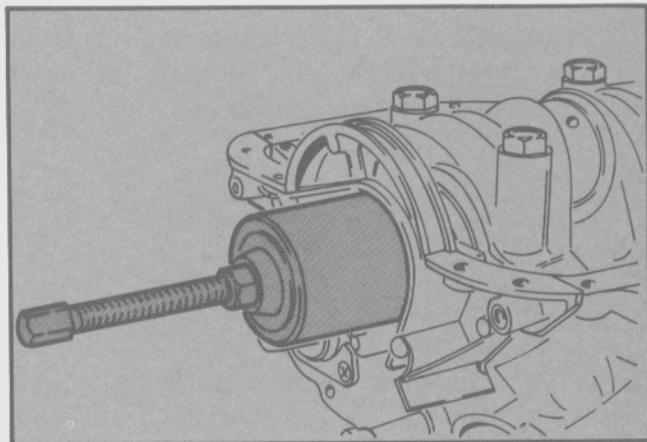

Fig. 44 - Instalación del retén de la tapa de distribución del cigüeñal
- Lubricar el labio de sellado del nuevo retén e introducirlo en la tapa de distribución con la herramienta T84G-7150-BAS y T74G-7150-BAS (Fig. 44).